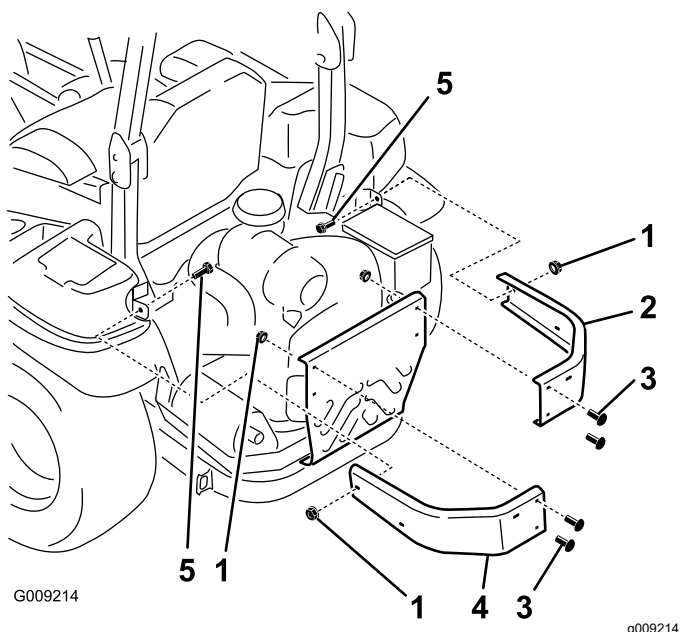

Bild 5
1. Entfernen Sie die Muttern und Schrauben, mit denen die seitlichen Stoßstangen an der Maschine befestigt sind (Bild 5).
2. Montieren Sie die neuen linken und rechten Stoßstangen mit 2 Schlossschrauben ($\frac{3}{8}$ " x $1\frac{1}{4}$ "), den vier vorher entfernten Schlossschrauben und sechs Bundmuttern ($\frac{3}{8}$ "), wie in Bild 5 abgebildet.